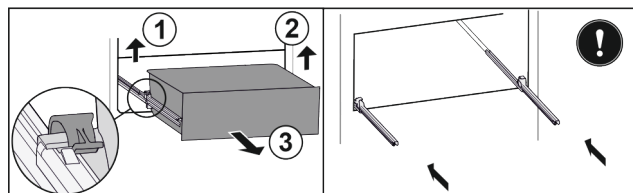

Fig. 26
- Zvedněte levou svorku a současně vytáhněte zásuvku vlevo dopředu Fig. 26 (1).
- Zvedněte pravou svorku a současně vytáhněte zásuvku vpravo dopředu Fig. 26 (2).
- Zásuvku odeberte směrem dopředu Fig. 26 (3).